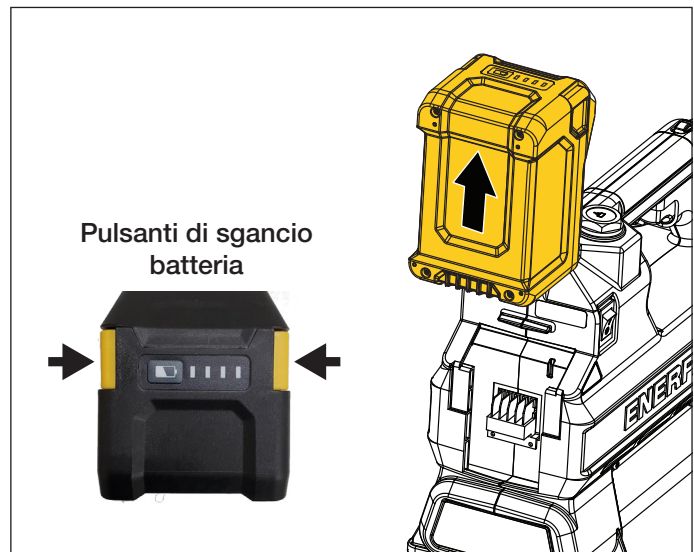

Figura 7: Batteria - Rimozione
- **Per rimuovere la batteria dalla pompa:** tenere premuti i pulsanti di rilascio situati su ogni lato della batteria. Quindi, far scorrere la batteria verso l'alto e rimuoverla dalla pompa. Vedere la Figura 7.